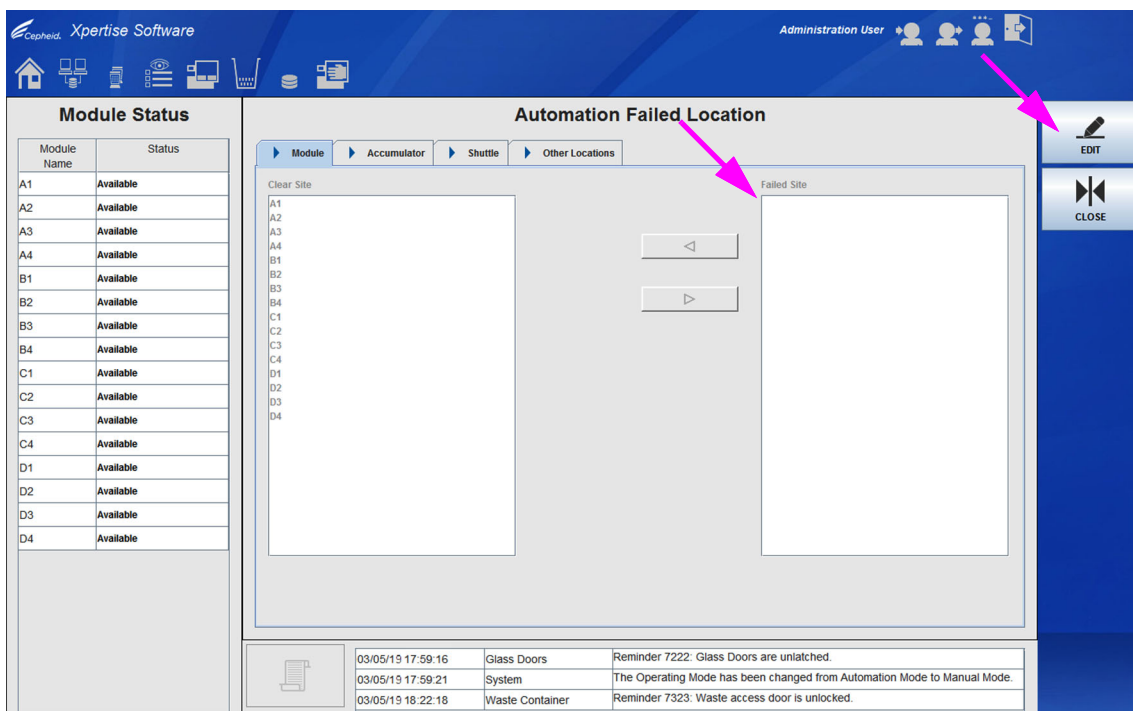

Figura 9-98. Área de trabalho Automation Failed Location (Localização de falhas de automatização) a mostrar ausência de locais falhados no módulo
9. Quando todos os locais tiverem sido desimpedidos, o painel **Failed Site (Local falhado)** estará vazio. Ver Figura 9-98. Selecione o botão **CLOSE (FECHAR)** para fechar a área de trabalho Automation Failed Location (Localização de falhas de automatização).